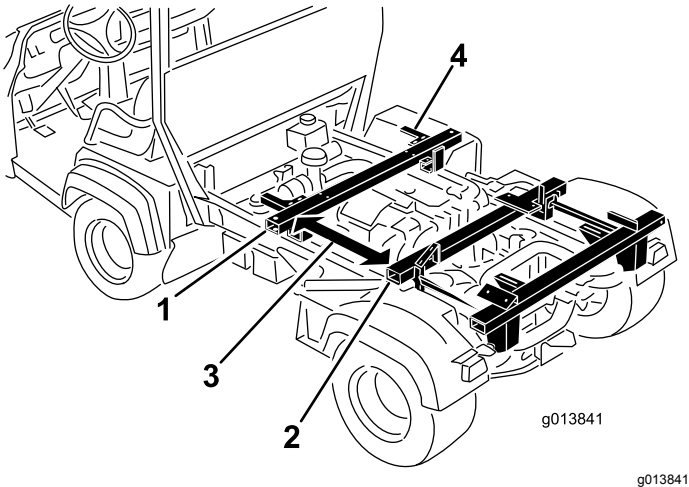

Figure 7
1. Tournez les 2 supports en L de la traverse avant vers l'avant de la machine (Figure 7).
2. Placez la traverse avant sur le cadre du véhicule de sorte qu'elle soit à 76 cm de distance devant la traverse centrale (Figure 7).